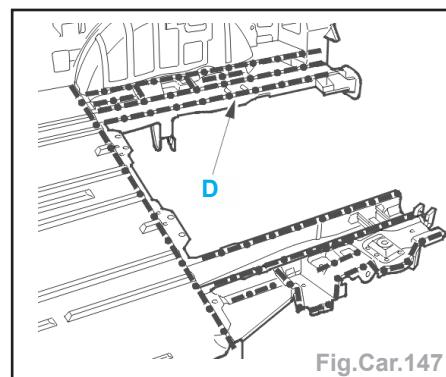

Fig.Car.147
- Préparer les bords d'accostage, protéger les bords par un apprêt soudable ainsi que sur les pièces neuves(opération symétrique suivant D) (Fig.Car.147).